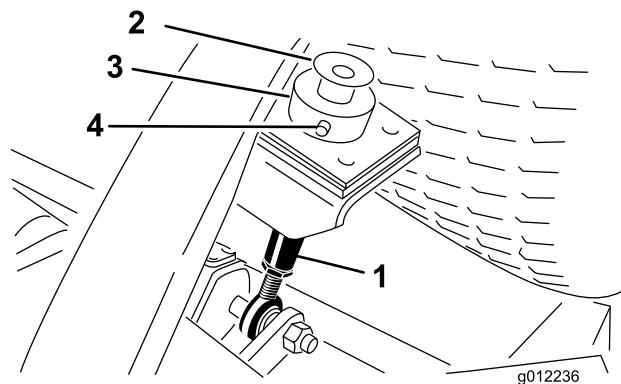

Figura 20
2. Retire o parafuso e anilha montados na parte superior de cada barra de altura de corte (Figura 20).
3. Retire o contrapino tipo grampo e pino de segurança que fixam o anel da altura de corte à barra de altura de corte na parte posterior da unidade de corte (Figura 20). Retire o anel da altura de corte.